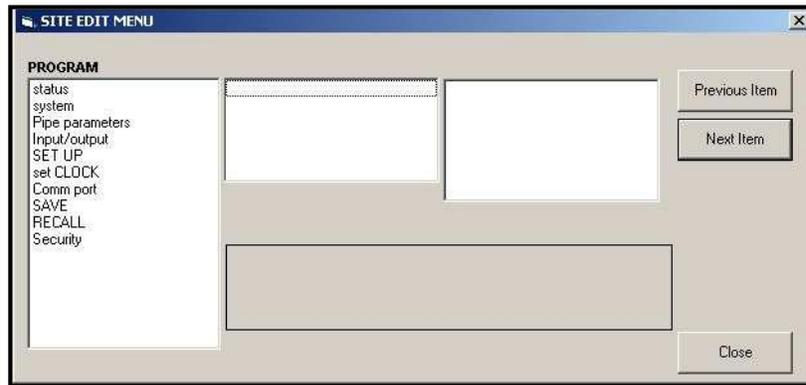

Figura 37: A janela Site Edit Menu
5. Para abrir um menu, clique duas vezes sobre ele na árvore. Por exemplo, se você clicar duas vezes no Site Edit Menu, será aberta uma janela similar à da Figura 37 a seguir.